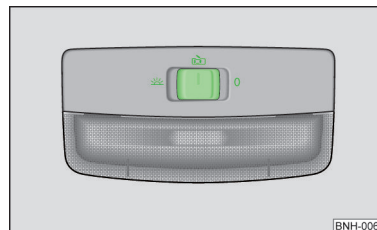

Fig. 24
- Presionar el conmutador a la posición **A** » fig. 24.